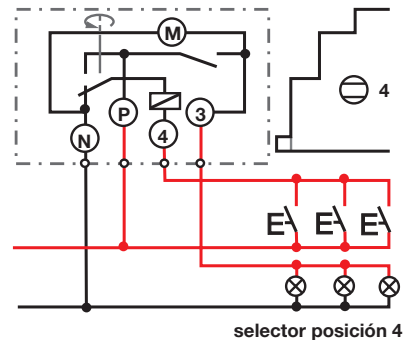

Fig. J6-010: conexionado para montantes con 4 hilos (selector en posición 4).
- Columna montante de 3 conductores (fig. J6-010 en página J/230).